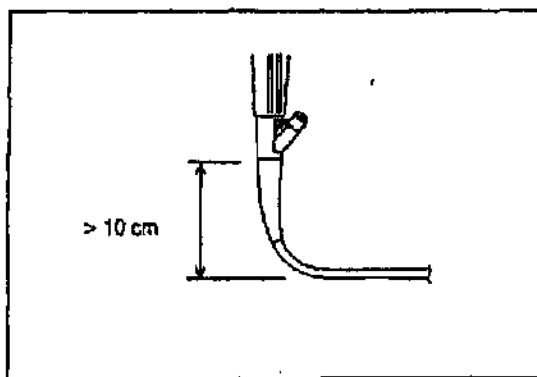

Рисунок 4.2
- Не сгибайтесь сильно вводимую трубку на 10-ти сантиметровом расстоянии на стыке кожуха и вводимой трубки. Вводимая трубка может быть выведена из строя. (См. рисунок 4.2).